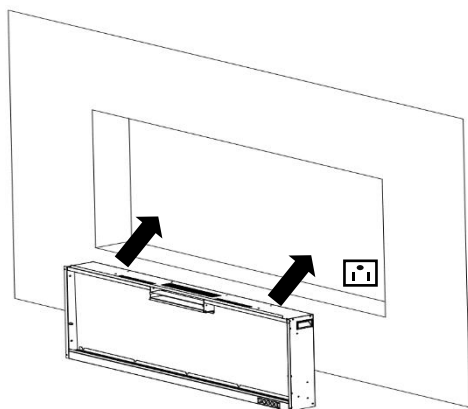
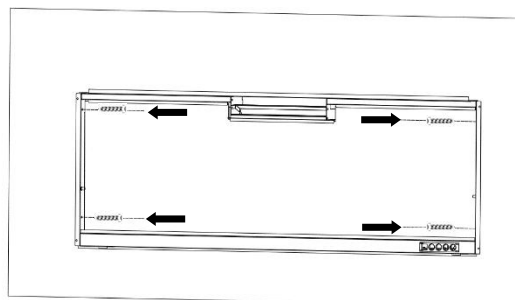

Fig. 2-3
Fig. 2-4
CJ. Puneți două persoane adulte să ridice șemineul și să îl introducă în cadrul de montaj și apoi fixați-l prin instalarea a 4 șuruburi pentru lemn (B) prin găuri (Fig. 2-3, Fig. 2-4).